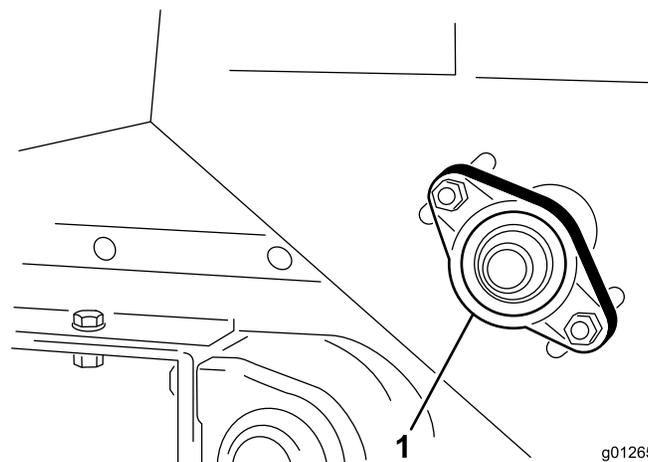

図 40
1. ベアリングハウジング 図 40 を機体右側に固定しているナットをゆるめる。